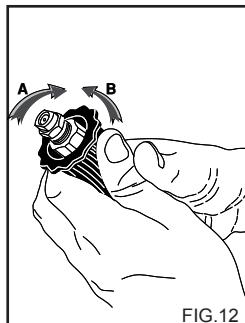

FIG.12
USO DELLA TESTINA REGOLABILE (Fig. 12)
2) Azionare l'idropulitrice, aprire il rubinetto detergente (se presente), attivare il comando di aspirazione del detergente presente sulla lancia (fig. 12) e cospargere la superficie da lavare agendo dal basso verso l' alto.